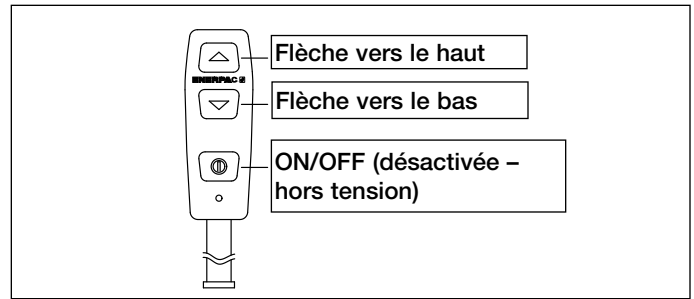

Figure 6
### 5.1 Fonctionnement de la télécommande (voir la figure 6)
Le débit d'huile et le moteur sont tous deux contrôlés par les commandes de la télécommande. La pompe démarre et le piston se serre lorsqu'on enfonce le bouton de flèche vers le haut de la télécommande. La pompe démarre et le piston se desserre lorsqu'on enfonce le bouton de flèche vers le bas de la télécommande. Lorsqu'on relâche l'un ou l'autre de ces boutons, la pompe s'arrête et la pression se décharge dans les flexibles (voir la figure 6).
4. Appuyez sur le bouton de flèche vers le haut de la télécommande et tenez-le enfoncé. (voir la figure 6). Laissez la pression s'accumuler.
- b. Appuyez sur le bouton de flèche vers le haut de la télécommande et tenez-le enfoncé. (Voir la figure 6). Laissez la pression s'accumuler.
8. Relâchez le bouton de flèche vers le haut. Vérifiez si le manomètre du port de sortie « A » indique bien zéro (0) psi (0 bar).